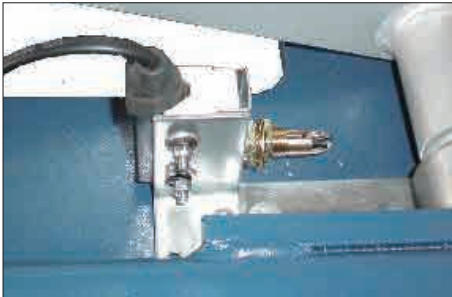

Abbildung 18 (Grenzschalter der Untermaschine)
- 1) Stellen Sie den Umschalterschalter auf die "Kindmaschine" Position, drücken Sie den Knopf oben, um die Kindmaschine nplattform auf 450mm zu erhöhen, und passen Sie die Limit-SQ2-Aktion an (siehe Abbildung 18).